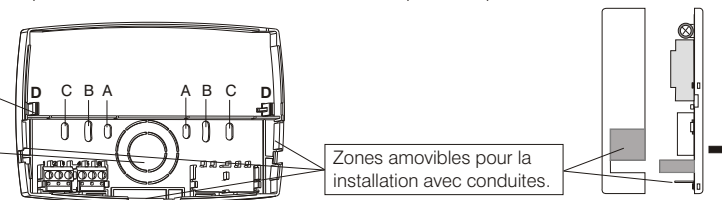

Fig. 5.i
Enlever de la base les parties prévues pour l'acheminement des fils de connexion illustrées dans la figure 5.i.
- Fixer la base à la paroi (ou boîtier à encastrement), avec 2 vis en utilisant les couples de trous (A-A, B-B, C-C) préconfigurés (fig. 5.i).